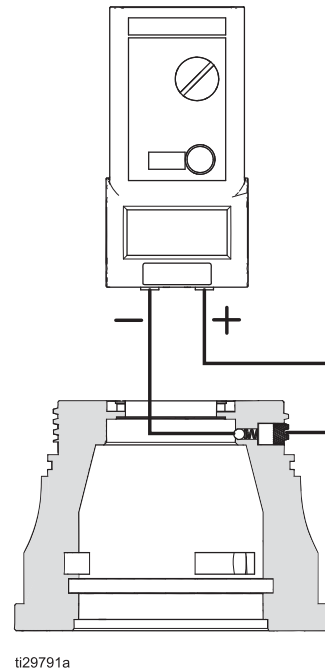

图 23。前部外壳电阻
3. 如果电阻小于 0.1 兆欧，请重新组装然后重新测试整个涂布机。确保弹簧加载触点清洁并与配合面接触。请参见图 23。